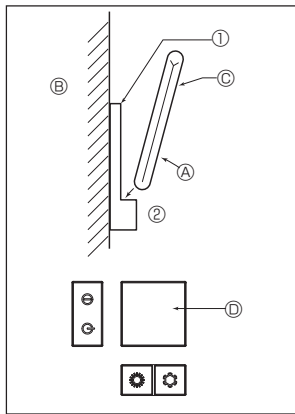
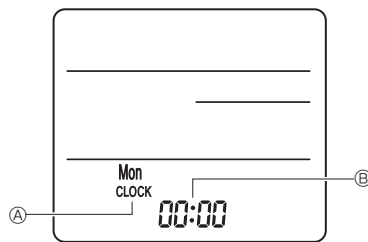

Fig. 7-9
Fig. 7-10
2) Installatiemethode (Fig. 7-9)
① Bevestig de houder voor de afstandsbediening op de gewenste plaats door middel van de 2 zelftappende schroeven.
② Plaats het onderste gedeelte van de afstandsbediening in de houder.
- Draadloze afstandsbediening (B) Wand (C) Weergavescherm (D) Ontvanger
3) Instelling (Klokinstelling) (Fig. 7-10)
① Plaats de batterijen of druk met een dun, puntig voorwerp op de toets **CLOCK**. [CLOCK] (A) en [:] (B) gaan knipperen.
② Druk met een dun, puntig voorwerp op de toets **RESET**.
③ Druk op de toets **▲** om de tijd in te stellen.